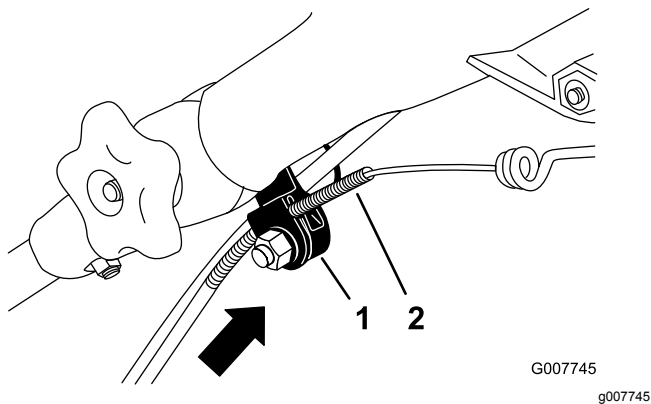

Figuur 47
3. Trek de kabelmantel naar beneden tot de speling in de blootgelegde kabel weg is (Figuur 47).